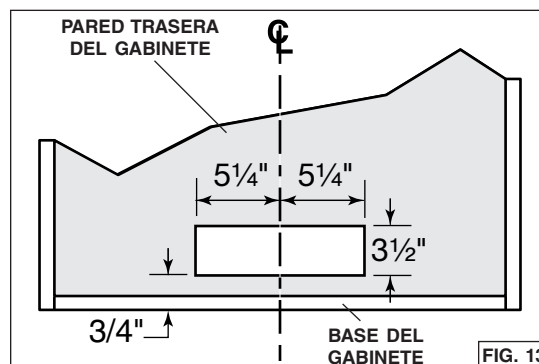

FIG. 13
8. Corte el orificio para la salida horizontal a través de la pared trasera del gabinete usando las dimensiones indicadas (FIG. 13).